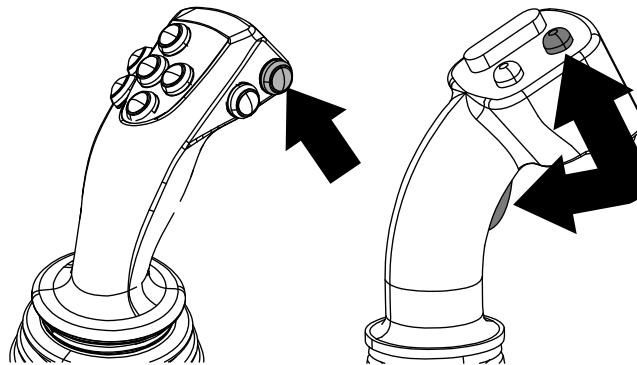

Bild 6
Drücken Sie die Taste Tempomat auf dem Joystick (Bild 6) oder drücken Sie Taste 4 auf dem Startbildschirm, um den Tempomatbildschirm aufzurufen.
- Halten Sie den/die Joystick(s) in der aktiven Position, bis Sie die gewünschte Druckkraft und das Drehmoment erreicht haben und drücken Sie dann die Tempomat-Taste auf dem Joystick (Bild 6).